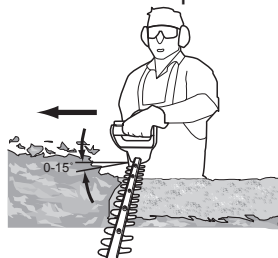

Fig. 10
8. Depois de cortar os lados, prossiga para o topo. Tente manter o dispositivo de corte a um ângulo de aproximadamente 15° relativamente à superfície de corte (Fig. 10).